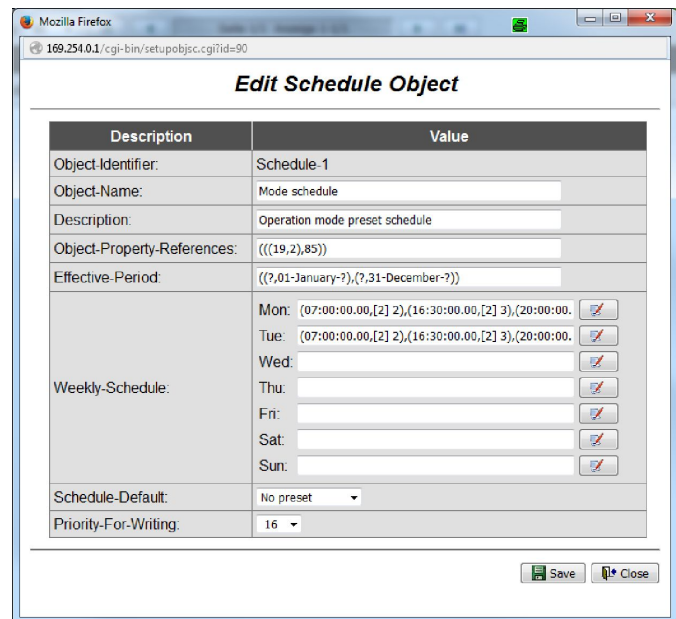

Fig. 29 : Modification d'un objet de planning
- ⇒ La page « Modifier un objet de planning » (Fig. 29) s'ouvre.